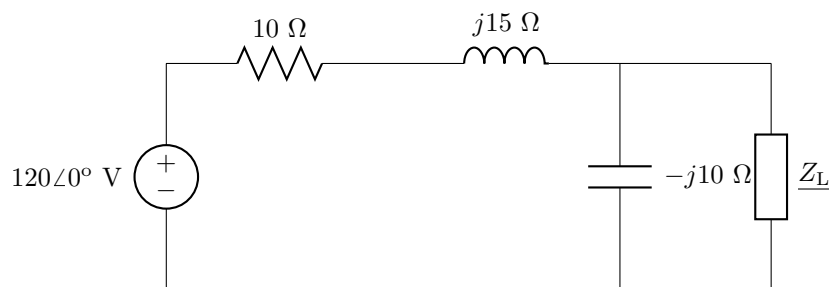

Figura 5.13: Circuito del problema 26.
26. En el circuito de la figura 5.13, a) ¿cuánto debe valer  $Z_L$  para que absorba la máxima potencia?; b) ¿cuánto vale la potencia máxima?